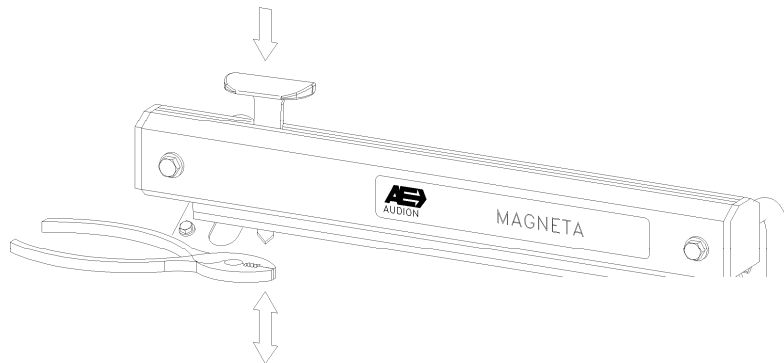

Fig. 2
7. Zużyty nóż można wymienić poprzez wcisnięcie czerwonego uchwytu noża, wyciągnięcie starego noża i włożenie nowego. Zaleca się, aby przy tej czynności posłużyć się kombinerkami (Rys. 2).
7. Для замены износившегося ножа следует нажать на красный держатель, вытащить старый нож и заменить его новым. Рекомендуется использовать для этого плоскогубцы (рис. 2).